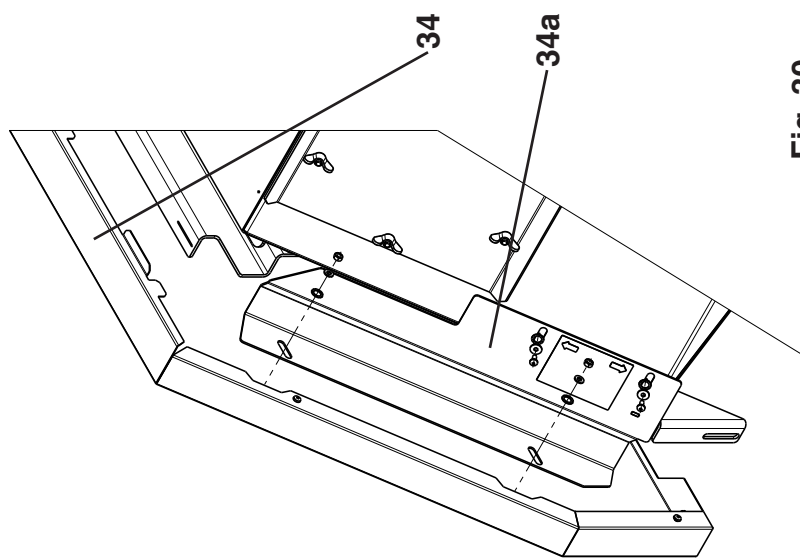

Fig. 30
31. Introdurre le pareti laterali intermedie (31) nelle guide della base e agganciare nell'angolare di fissaggio in alto alle aperture.
32. Agganciare il quadro di comando (32) alla parete laterale intermedia sinistra o destra (la posizione dipende dal dispositivo di controllo della fiamma). Condurre il sensore della temperatura del limitatore della temperatura di sicurezza (STB) sul lato posteriore della caldaia, infilarlo nella boccola ad immersione (accanto ai sensori della temperatura della caldaia e della temperatura di mandata) e fermarlo con la molla a griffe del capillare.
33. Montare le pareti laterali posteriori (33). Introdurre i perni sulla parte inferiore della parete laterale (guide di base della caldaia) nei fori appositi.
34. Montare la lamiera di protezione (34a, Fig. 30 ed Fig. 31) sulla parete laterale superiore destra e sinistra (34, Fig. 30 ed Fig. 34) senza bloccarla.
35. Fissare la parete posteriore (35, 35a) con viti per lamiera (C).
36. Fissare le pareti posteriori intermedie (36, 36a) con viti per lamiera (C).
37. Rimuovere il vetro d'ispezione. Fissare la parete posteriore inferiore (37) con viti per lamiera (C). Montare il cavetto di terra (presente nel cavo AAT) nelle posizioni previste (a sinistra o a destra accanto al foro) con viti per lamiera. Applicare la copertura del motore per l'estrazione delle ceneri (37a). Montare nuovamente il vetro d'ispezione.
39. Applicare il coperchio anteriore (39) (deve essere applicato prima di montare i tubi per lo scarico ambiente).
41. Applicare la copertura frontale del bruciatore (41) sui due supporti (41a) ed avvitare in alto con le lamiere di protezione (34a). Agganciare la calotta (41b) frontale (prestare attenzione alle aperture).